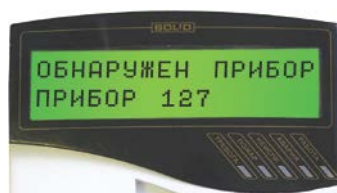

Рисунок 4
3.5.7 В течение 1 мин после включения питания пульт должен показать сообщение об обнаружении устройства с сетевым адресом, соответствующим текущему адресу «С2000-БИ исп.02» (заводской адрес блока 127). На рис. 4 представлен индикатор пульта «С2000М» с соответствующим сообщением.